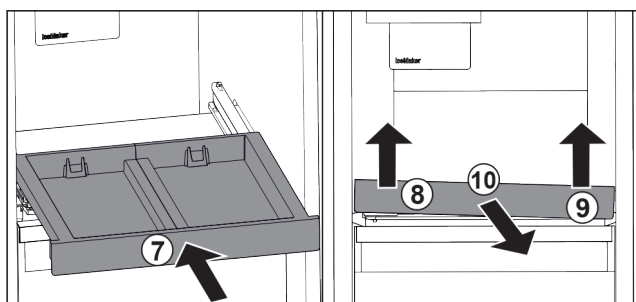

Fig. 101
- Uitschuifpateau erin schuiven. Fig. 101 (7)
- Uitschuifpateau linksvoor optillen. Fig. 101 (8)
- Uitschuifpateau rechtsvoor optillen. Fig. 101 (9)
- Uitschuifpateau er naar voren uitnemen. Fig. 101 (10)